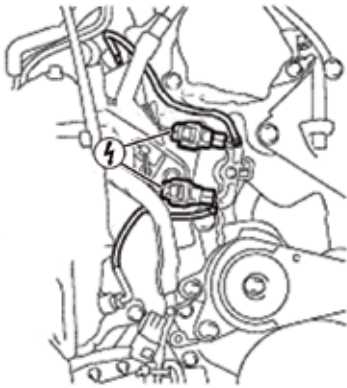

Fig. 38
- Desconecte los conectores (Fig. 38).